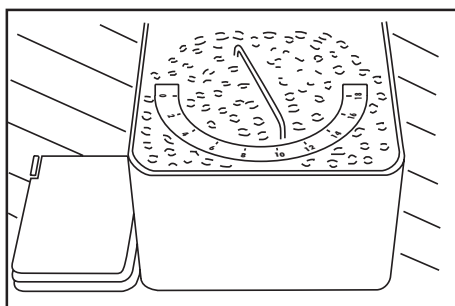

Fig. 8
- Régler l'indice de mouture de café sur une des valeurs suivantes (fig.8):